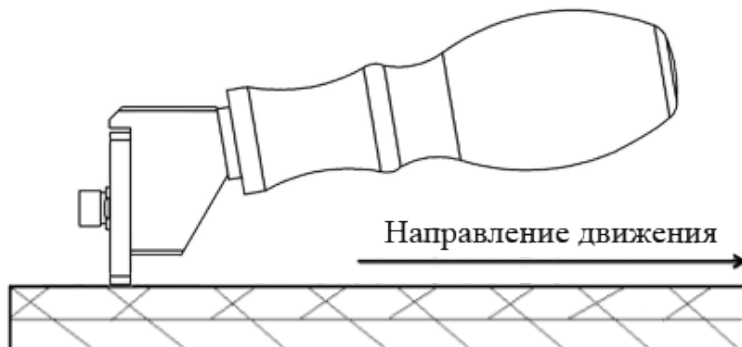

Рисунок 2.1 – Нанесение разрезов на покрытии
1. Поставить прибор на покрытие, прижать резак к покрытию (рис. 2.1), и с достаточно сильным нажимом провести резаком по покрытию на расстояние примерно 25 мм, прорезая покрытие до металла. Скорость резания должна быть от 20 до 40 мм/с;
2. Поставить прибор на покрытие, прижать резак к покрытию (рис. 2.1), и с достаточно сильным нажимом провести резаком по покрытию на расстояние примерно 25 мм, прорезая покрытие до металла. Скорость резания должна быть от 20 до 40 мм/с;